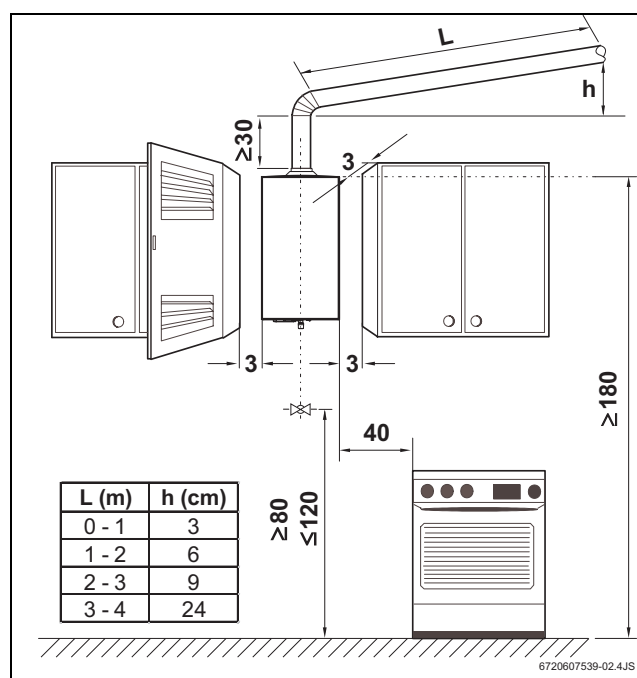

Fig. 4 Distâncias mínimas
- Respeitar as medidas mínimas de instalação indicadas na Fig. 4.